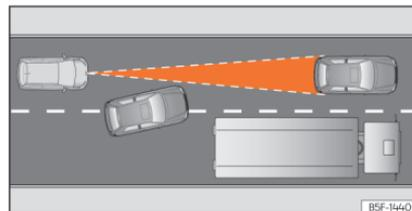

Fig. 119 Mudança de faixa de um veículo.
- Veículos que mudem para a faixa na qual circula a pouca distância do veículo »» Fig. 119.